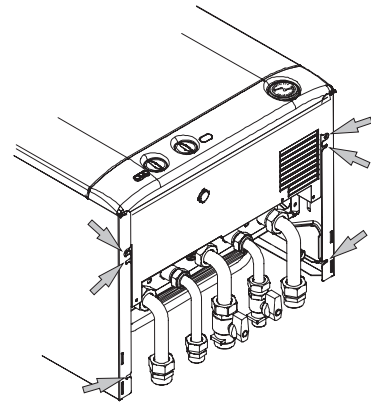

Figura 4.9
- Svitare le viti indicate in Figura 4.9.